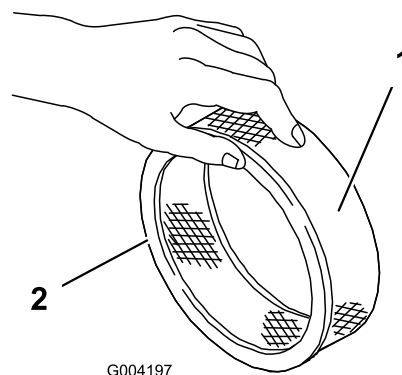

Figure 46
- Vérifiez que l'élément en papier n'est pas déchiré ou couvert d'une pellicule grasse, et que le joint de caoutchouc n'est pas endommagé (Figure 46).
- Glissez délicatement le préfiltre en mousse sur l'élément en papier (Figure 46).